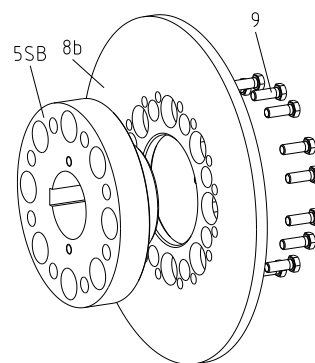

Bild 14
- Anslut bromsskiva (komponent 8b) till FN nav del 5SB (komponent 5SB) och drag åt hexagon skruvarna (komponent 9) till angivna moment se tabell 5 med moment nyckel (se bild 14).